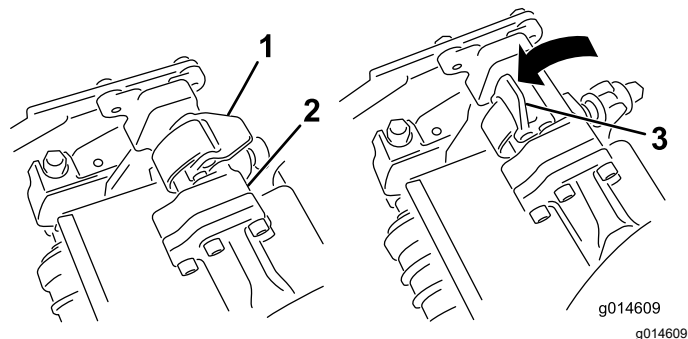
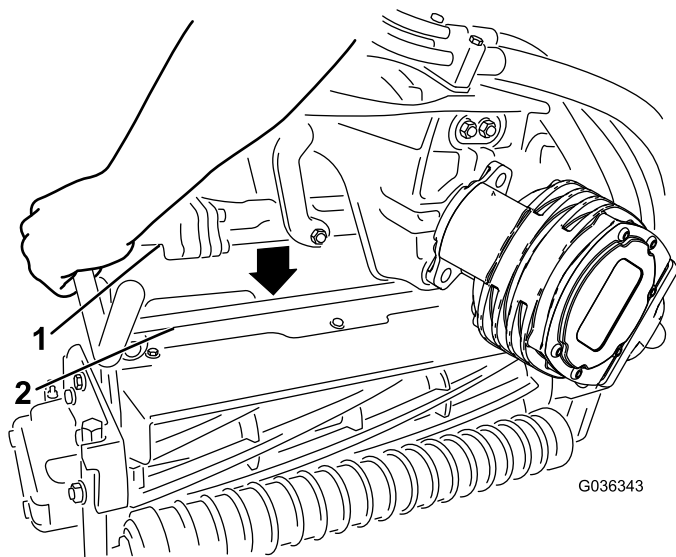

Figura 64
Figura 65
4. Con los enganches del brazo de suspensión orientados hacia arriba (es decir, abiertos (Figura 64), empuje hacia abajo el brazo de suspensión de modo que la barra encaje en la barra situada en la parte superior de la unidad de corte (Figura 65).
5. Presione los enganches hacia abajo alrededor de la barra de la unidad de corte y bloquéelas (Figura 64).
5. Abra los enganches de la barra del brazo de suspensión de la unidad de corte que está retirando (Figura 64).